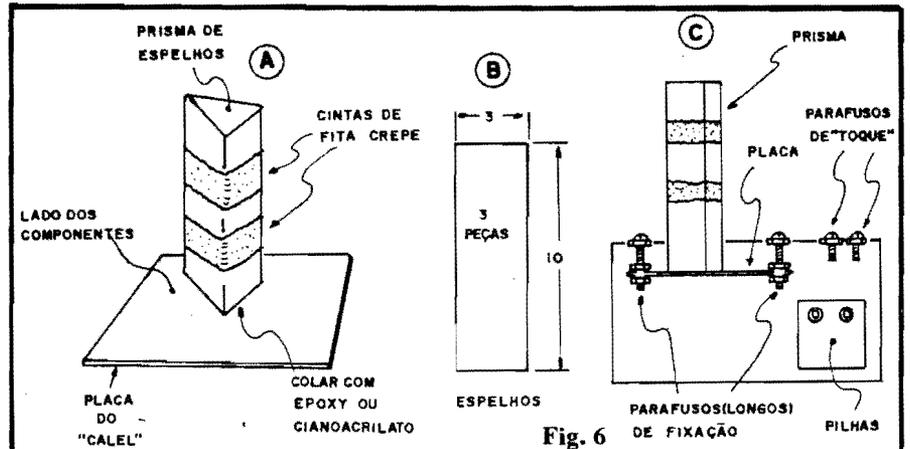

Fig. 6
Com a parte eletrônica pronta, podemos passar à fase "artesanal" da montagem, com a construção e fixação do prisma de espelhos. Na fig. 6 são dados os detalhes dessa fase...
No acondicionamento final do conjunto, o Leitor deve seguir as orientações mostradas nas figs. 6-C e 7, notando que a placa deve ser fixada à caixa com o auxílio de parafusos longos, de modo que cerca de 1,5 cm. do prisma fiquem "embutidos" no interior da caixa. Observar também a posição recomendada para os parafusos de toque, as dimensões do container sugerido permitem uma acomodação perfeita de todo o conjunto, porém a disposição final não é rígida e outras caixas, de formas diferentes ou dimensões maiores, também poderão ser usadas, sem problemas...
- **FIG. 6** - A utilização mais elementar e óbvia do ALMACA é no controle de uma porta, caso em que a instalação do sistema pode ser feita conforme ilustra a figura: a caixinha do circuito é presa ao batente da dita porta, enquanto que o ímã é fixado à "folha" da porta. O **IMPORTANTE** é que, na condição de repouso (porta fechada), ímã e REED se confrontem, bem alinhados e guardando um espaça-
- FIG. 8 - Mais detalhes e sugestões para utilização do ALMACA. Em 8-A outro exemplo: o ALMACA instalado numa porta (como na fig. 6), controlando diretamente a própria iluminação